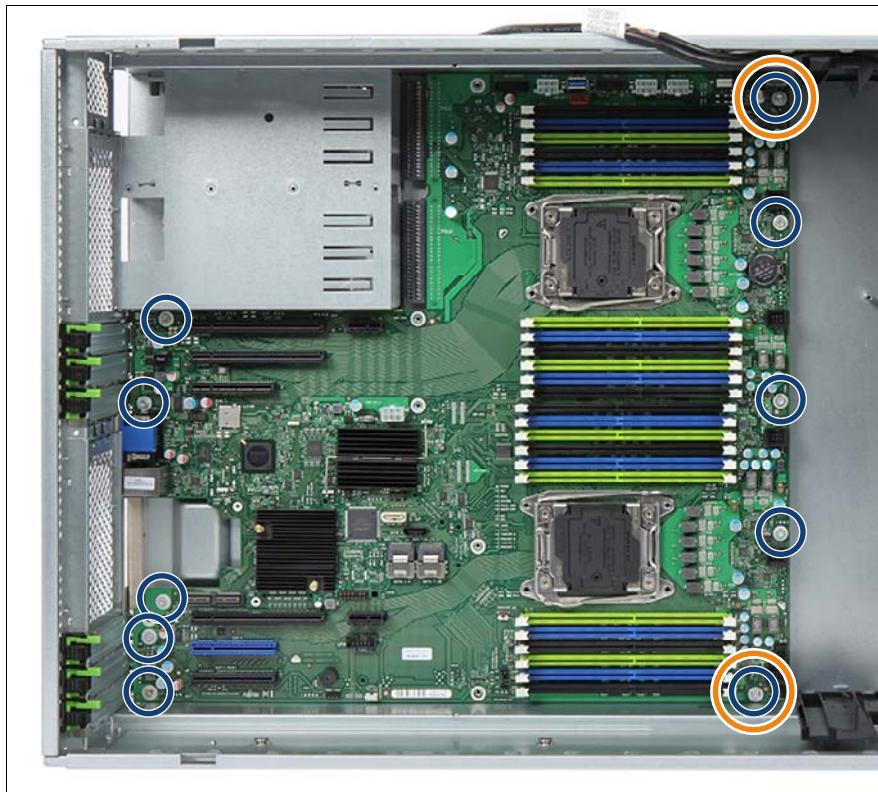

図 362: ネジの位置
- ▶ システムボードを調節します (488 ページ の図 362 のオレンジ色の丸はセンタリングボルトを示します)。
- ▶ システムボードを 10 本(DynamicLoM モジュール用ネジ 1 個を含む)のネジで固定します (488 ページ の図 362 を参照)。